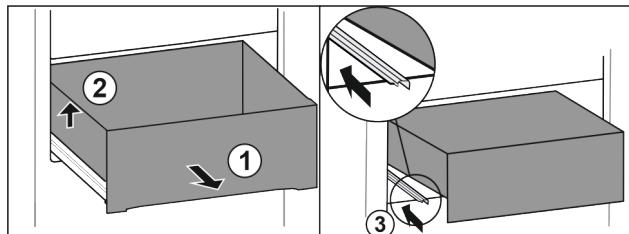

Fig. 77
- Vytáhněte zásuvku až na doraz. Fig. 77 (1)
- Nadzvedněte zásuvku vlevo. Fig. 77 (2)
- Zasuňte levou kolejničku. Fig. 77 (3)